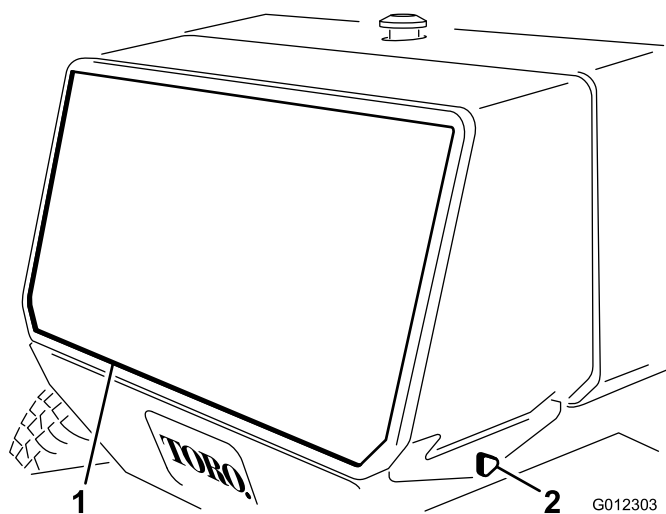

Figure 29
1. Enlevez les boutons qui fixent la protection arrière au châssis (Figure 29). Déposez la grille.